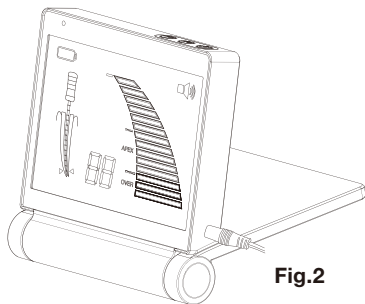

Fig.2
- (1) Conecte el cable de medición: Inserte firmemente el enchufe del cable de medición en la Toma de Cables de Medición en la unidad. (Fig.2)